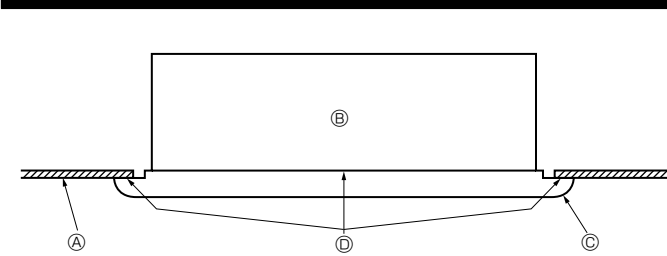

Fig. 5-6
- A continuación, apriete los pernos de seguridad ② y los tornillos de seguridad ③ en las tres ubicaciones centrales.
- Finalmente, apriete los pernos de seguridad ② en las cuatro ubicaciones a derecha e izquierda.
- Llegados a este punto, asegúrese de que no existan huecos entre la unidad interior y el panel frontal y entre el panel frontal y la superficie del techo. Si existieran huecos, podría penetrar el viento y provocar pérdidas de agua. (Fig. 5-6)
- \* Apriete completamente los pernos de seguridad ② y los tornillos de seguridad ③.
5.4. Comprobaciones a realizar después de la instalación (Fig. 5-6)